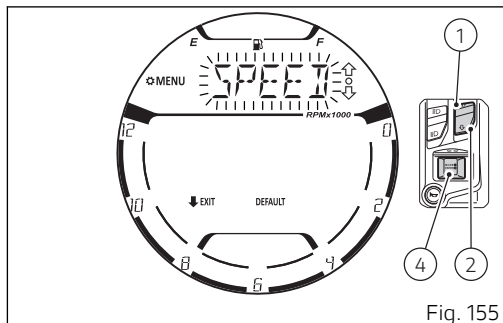

Fig. 155
Mediante los pulsadores (1) y (2) seleccionar el valor parpadeante "SPEED" (Fig. 155) y presionar el pulsador (4).
En alternativa con los pulsadores (1) y (2) es posible seleccionar la unidad de medida deseada haciéndola parpadear. Presionar el pulsador (4) para confirmar. Luego el display vuelve a visualizar la inscripción "SPEED" parpadeante (Fig. 155).
Luego el display vuelve a visualizar la inscripción "SPEED" parpadeante (Fig. 155).